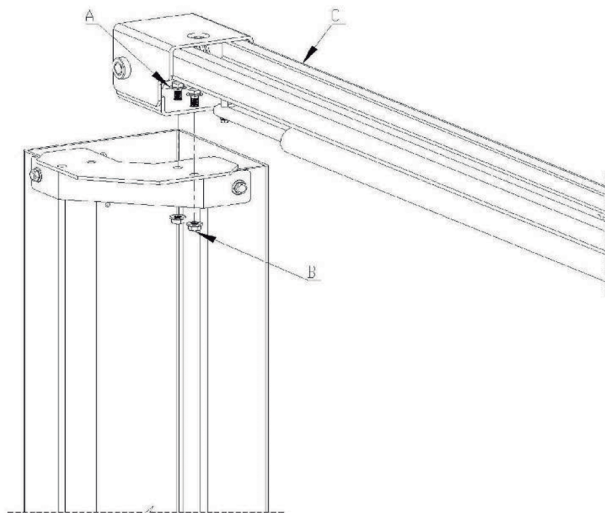

Figura 24
7.3.2 Instalação da viga superior. (Figura 24)